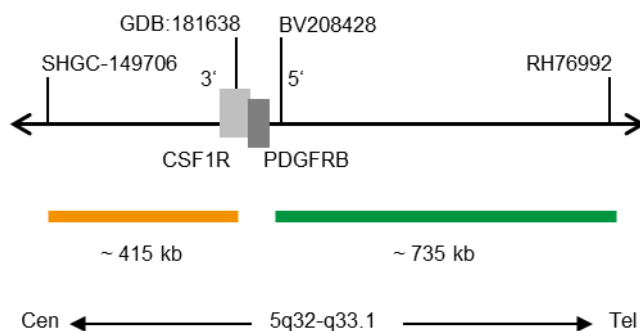

Fig. 1: SPEC PDGFRB Mappa della sonda (non in scala)
- Polinucleotidi (~10.0 ng/μl) marcati con ZyGreen (eccitazione 503 nm/emissione 528 nm), le cui sequenze target mappano in 5q32-q33.1\* (chr5:149,548,518-150,285,722) distali al punto di rottura di PDGFRB (vedere Fig. 1).
- Polinucleotidi (~4.5 ng/μl) marcati con ZyOrange (eccitazione 547 nm/emissione 572 nm), le cui sequenze target mappano in 5q32\* (chr5:149,058,515-149,471,369) prossimali al punto di rottura di PDGFRB (vedere Fig. 1).